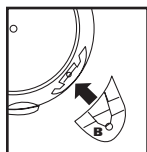

FIGURE 8
6. Prenez la patte à roulette marquée de la lettre **B** et placez-la dans la fente du côté droit du réservoir également marquée par la lettre **B**. **FIGURE 8.**